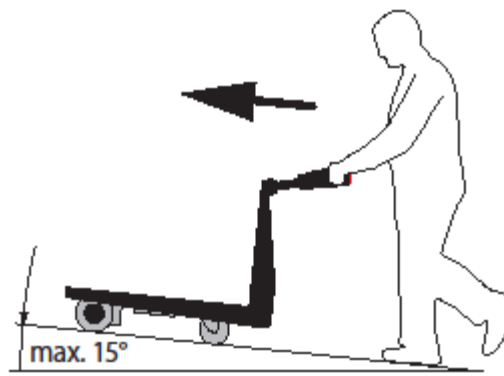

Fig.8
- Si tiene que transportar bienes hacia arriba, el Movexx le ofrece una función de bloqueo. En dichas situaciones, la combinación solo se puede desplazar en la posición de empuje (siempre que la máquina tenga un freno), es decir con el carro delante suyo. (Fig. 8)